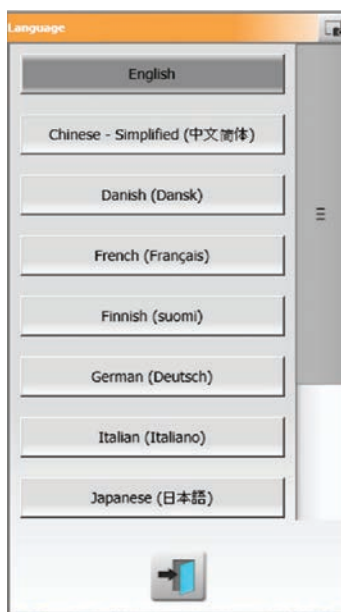

Рисунок 4-4 Диалоговое окно выбора языка
2. Нажмите поле Язык, и откроется окно со списком языков. См. Рисунок 4-4.